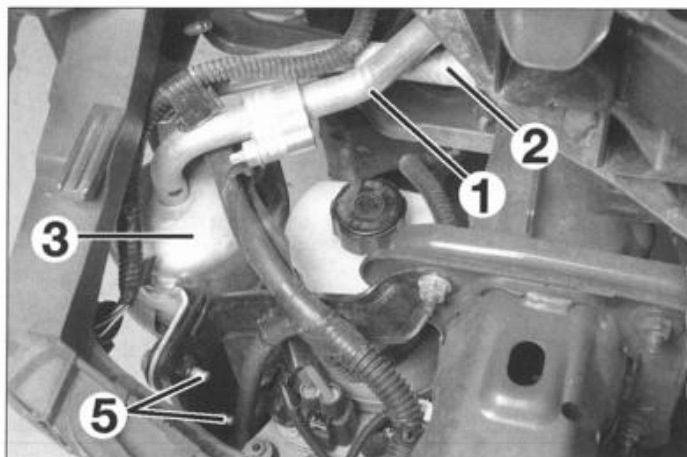

FIG. 19
- Desconectar las tuberías (1) y (2) del cartucho (3) y recuperar las juntas (fig. 19).
- los 2 tornillos de fijación (5) (fig. 19).